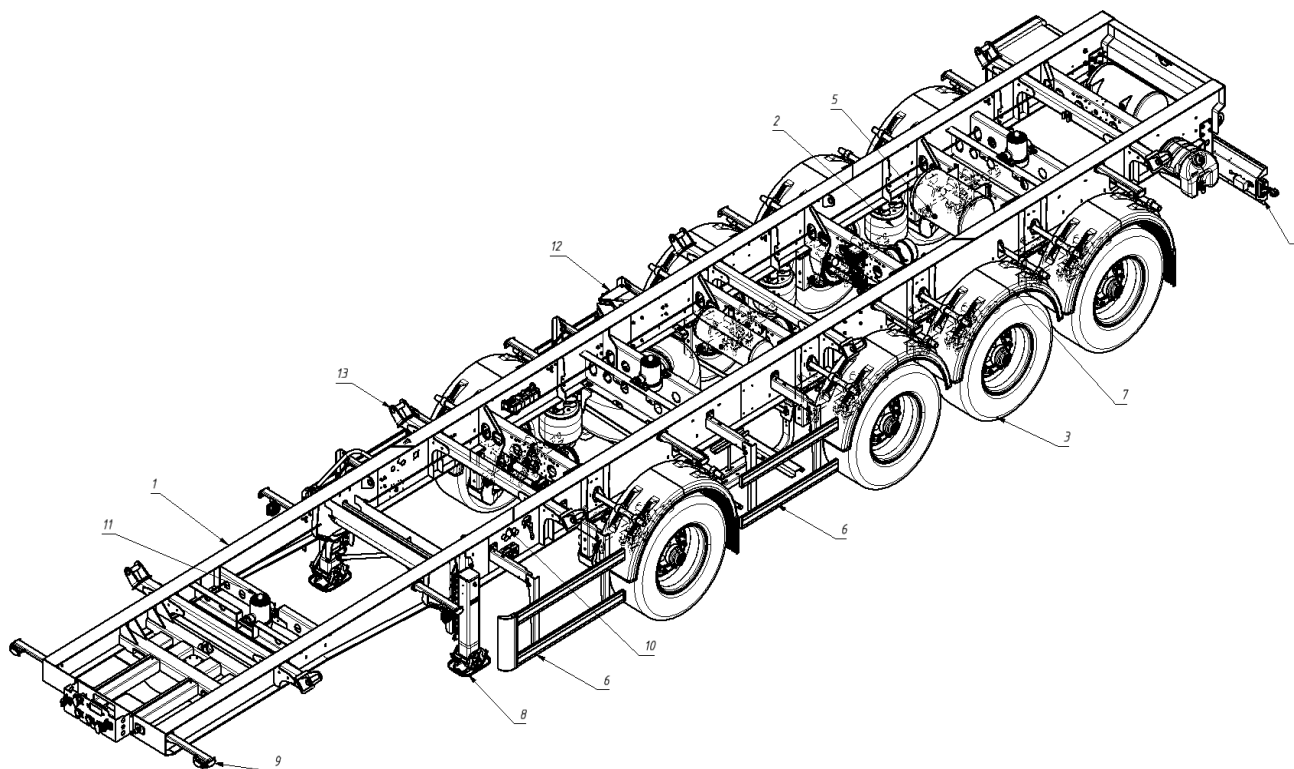

Рис. 1.3 - Шасси полуприцепа
На рис. 1.3 представлено шасси полуприцепа, состоящее из рамы (1), подвески (2), осей с колесами в сборе (3), заднего защитного устройства (4), пневматической тормозной системы (5), боковой защиты (6), крыльев (7), опорного устройства (8), электрооборудования (9), органы управления пневматикой (10), гидравлической системы (11), противооткатных упоров (12), балок кузова (13).